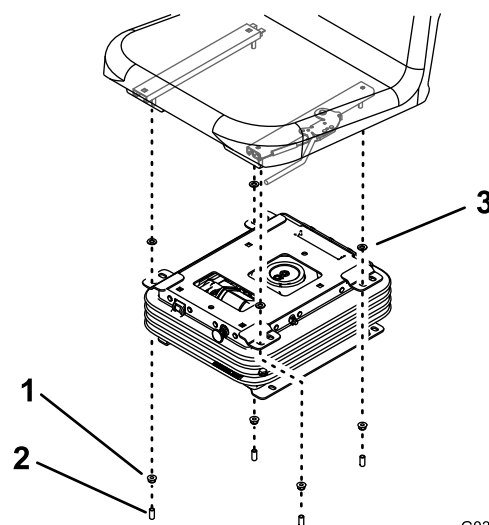

図9
5. サスペンションアセンブリにシートアジャスタを取り付けるワッシャ4枚、ナット4個、キャップ4個を使用する 図9。